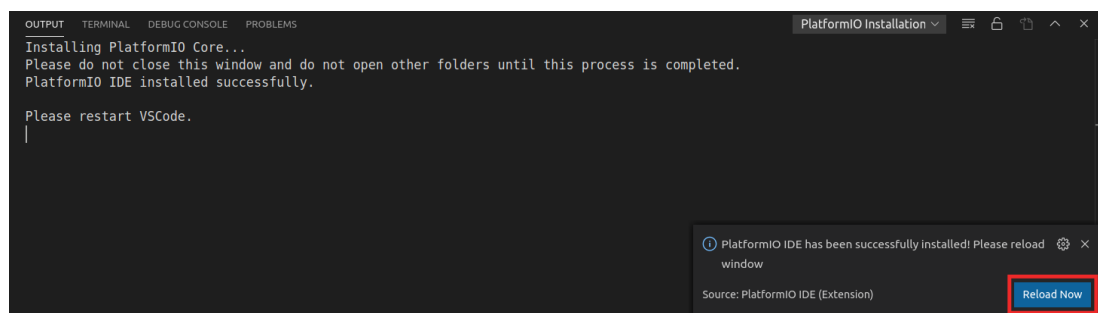

Figura 4. Después de que PlatformIO se instale debe recargar el programa
- e. La ventana de SALIDA en la parte inferior le informará sobre el proceso de instalación. Una vez que haya terminado, haga clic en "Recargar ahora" ("Reload Now") en la ventana inferior derecha, y PlatformIO terminará de instalarse dentro de VSCode (ver Figura 4).